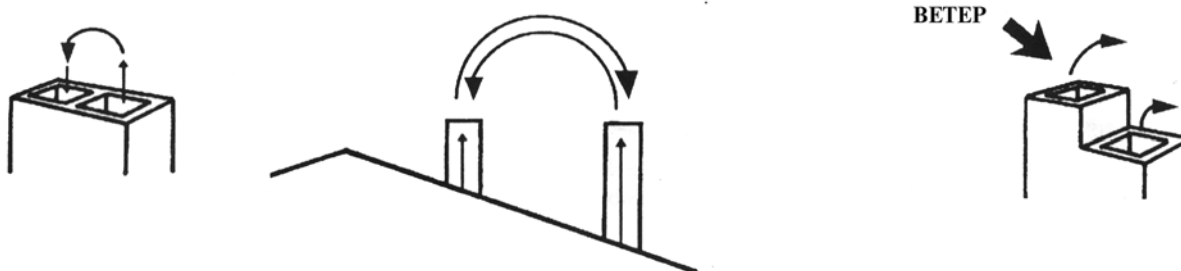

Рис. 5
- *Выход дымохода из крыши* — во избежание малейшего сифонирования в том случае, когда выступающая над крышей часть дымохода состоит из нескольких дымоходов, расстояние между которыми невелико, следует сделать более высоким тот дымоход, который расположен со стороны господствующих ветров.(Рис.5)